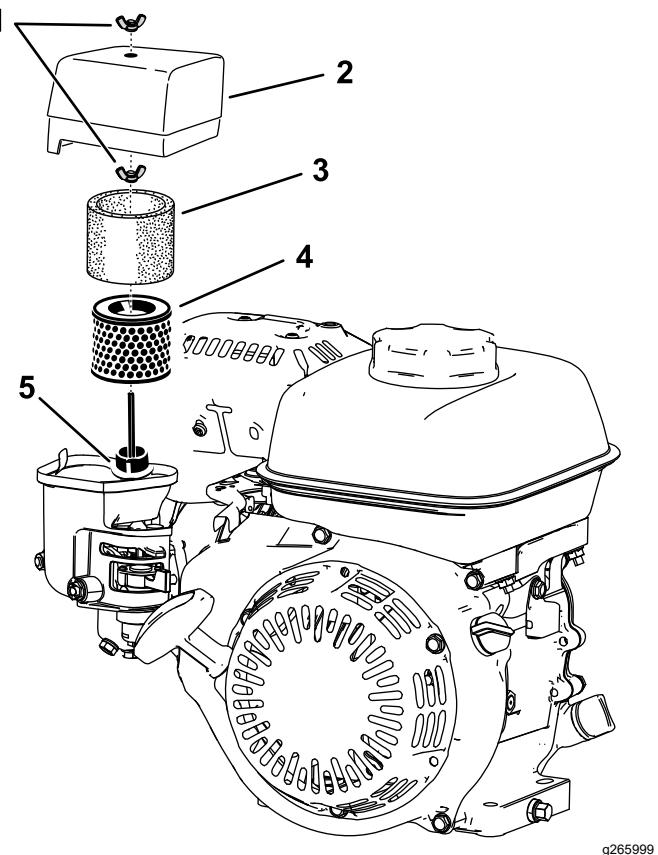

Bild 27
2. Entfernen Sie die Flügelmutter, mit dem die Luftfilterabdeckung befestigt ist (Bild 27).